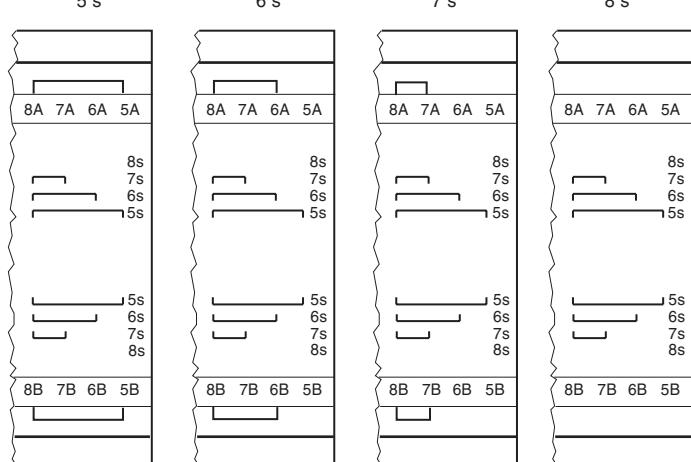

Fig. 2: Ajuste del tiempo de retardo/Impostazione del tempo di ritardo/Instellen van het vertragingstijd
- Impostare tempo di ritardo (ver fig. 2)
- Vertragingstijd instellen (zie fig. 2)